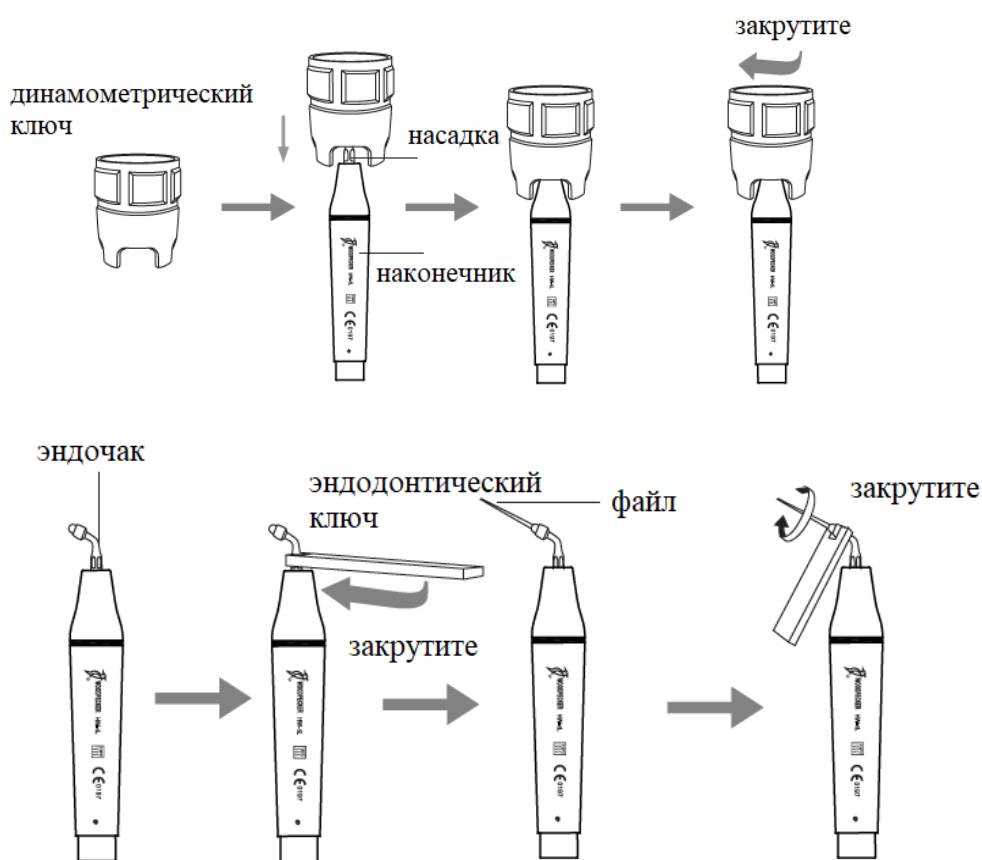

Рисунок 4
2.1.5 Выберите насадку для чистки в соответствии с требованиями и зафиксируйте насадку для скейлера ключом. (см. рисунок 4)
Насадка разболталась из-за вибрации.	Плотно прикрутите насадку (см. Рисунок 4).